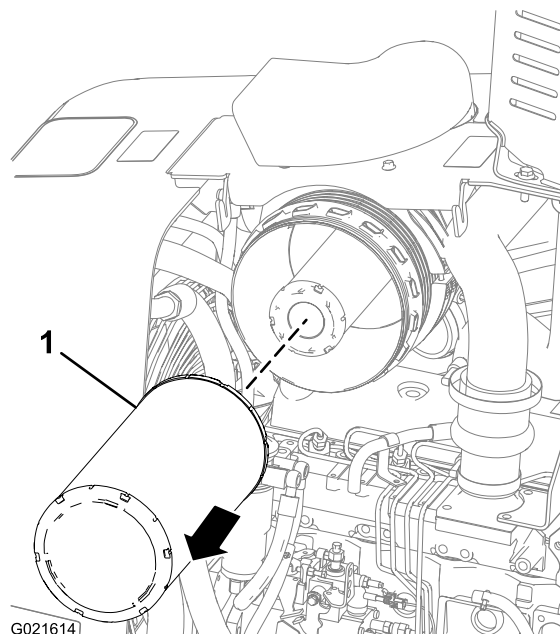

Figure 50
2. Tirez le préfiltre vers l'extérieur et sortez-le du boîtier du filtre à air (Figure 50).
6. Insérez le préfiltre neuf dans le boîtier du filtre à air (Figure 50).